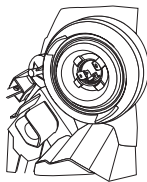

Abbildung 2
- Ensure that the light fixture has a gasket seal and a metal spring or similar attachment mechanism. Use the metal spring to attach the bulb as shown in Figure 2.
- Stellen Sie sicher; dass das Beleuchtungselement eine Dichtung und eine Metallfeder oder ähnliche Befestigungsmechanismen aufweist. Befestigen Sie die Lampe mithilfe der Metallfeder; wie in Abbildung 2 dargestellt.